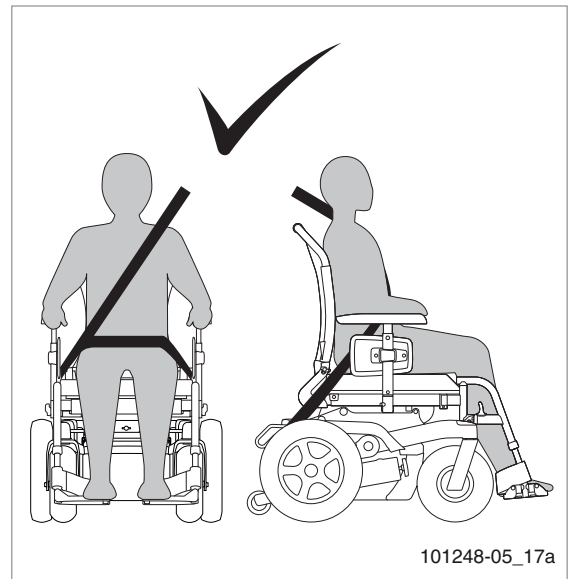

Figura 15
- Posizionare la cintura attraverso le anche il più stretta possibile con un angolo tra 30° e 75°. L'altra parte della cintura si posiziona sopra la spalla e lungo il busto (Figura 15).